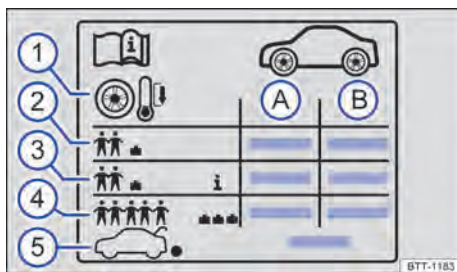

Fig. 196 Etiqueta com as pressões dos pneus.
Indicações na etiqueta de pressão dos pneus → Fig. 196:
- Adequar a pressão dos pneus sempre à condição de carga do veículo → Fig. 196 .